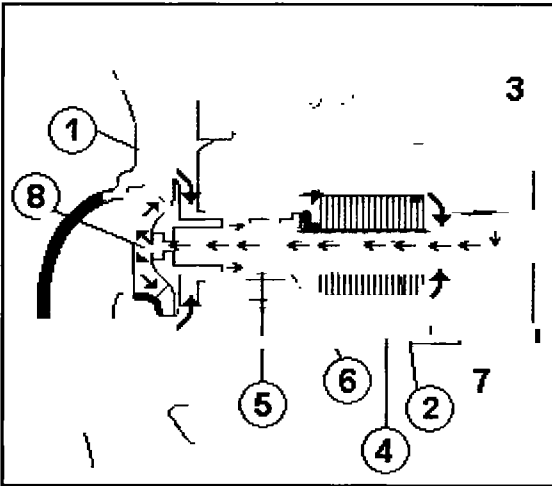
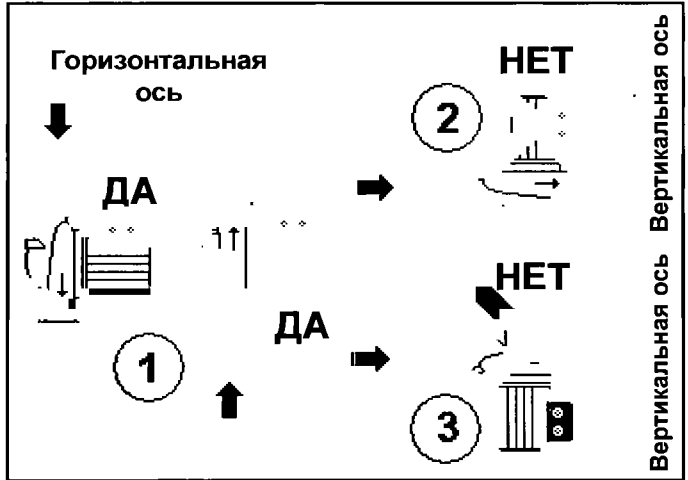

Рис. 90.1.
Рис. 90.3.
Небольшое количество воды, выходящей из крыльчатки при давлении нагнетания (см. *поз. 1* на рис. 90.1) циркулирует между ротором двигателя (*поз. 2*) и уплотнительной обоймой (*поз. 3*). Эта обойма выполняет функцию изолятора обмотки статора (*поз. 4*) от воздействия воды (что очень кстати!).
- В варианте *поз. 2* на *рис. 90.3* воздух, который может оказаться в контуре, будет накапливаться в верхней части двигателя. В результате подшипник за двигателем окажется без воды (*поз. 7* на *рис. 90.1*) и ось начнет “заедать”.